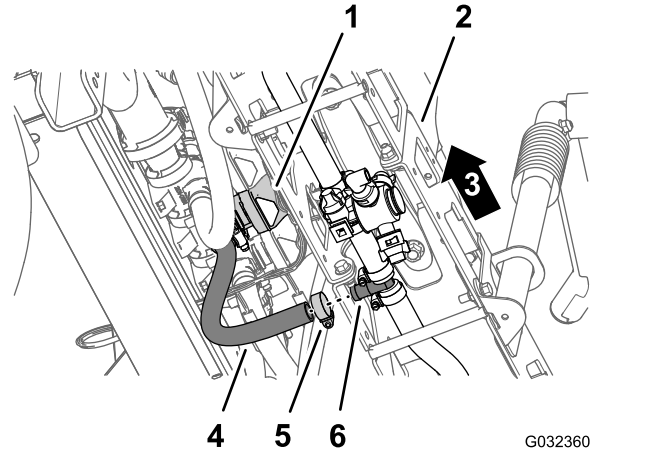

Figure 48
5. Sous la section de rampe centrale, retirez le collier qui fixe le flexible d'alimentation de la section de rampe au raccord en T cannelé (Figure 48).